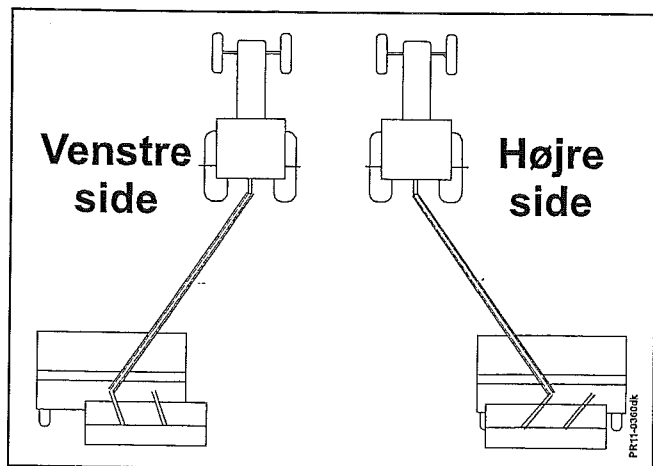

Fig. 3-32
- 1) Først svinges maskinen over på **venstre side** af traktoren (Fig. 3-32).
- 3) Maskinen svinges nu over på **højre side** af traktoren (Fig. 3-32)